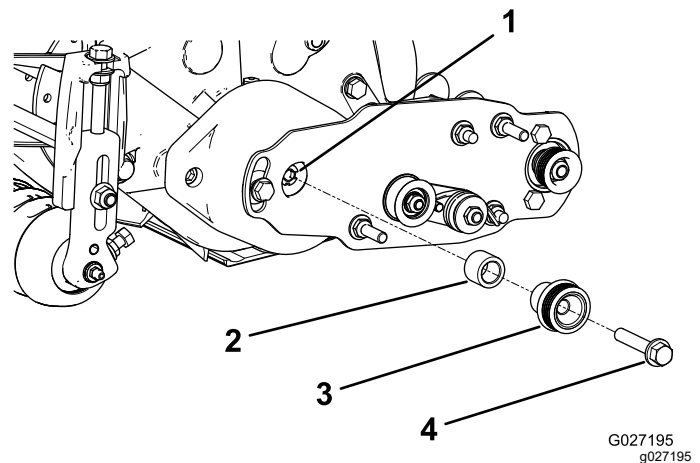

Figura 13
- Inserte el espaciador sobre el eje en el alojamiento del cojinete (Figura 13).
- Inserte la polea motriz en el espaciador y sobre el eje de transmisión (Figura 13).
- Sujete la polea y el espaciador al árbol de transmisión con un perno con arandela prensada ($\frac{3}{8}$ " x 2"); consulte Figura 13.